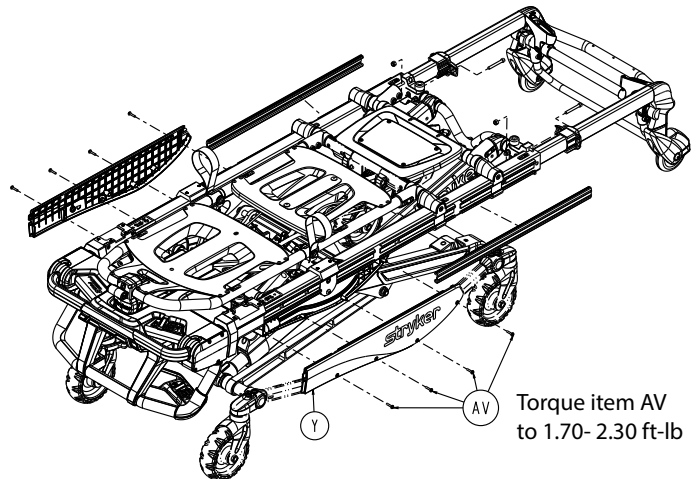

Figure 109 – Retirer les vis du couvercle du bloc coulissant
10. À l'aide d'une clé Torx T25, retirer les quatre vis de taraudage à tête ronde à embase (AV) qui fixent le couvercle du bloc coulissant (Y) au bloc coulissant (Figure 109). Conserver les vis.